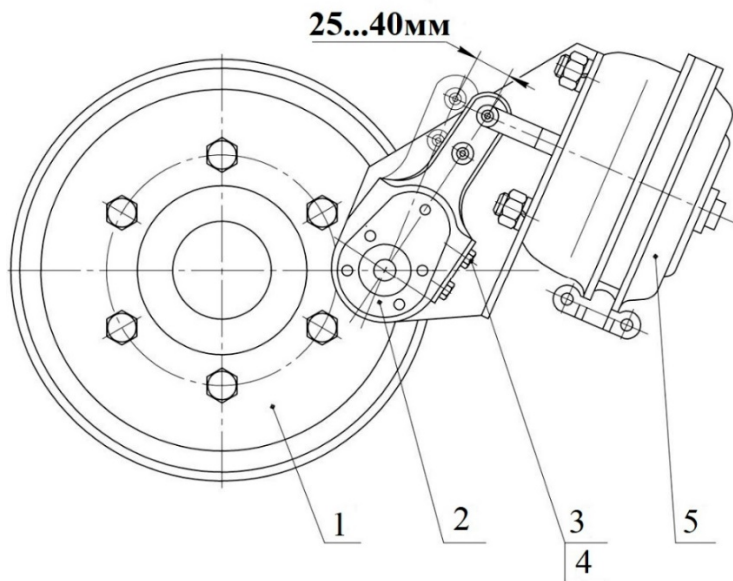

Рисунок 27 – Схема регулировки тормозов
- расстопорить ось червяка 4 (рисунок 27) рычага регулировочного 2, отвернув винт стопорный 3;